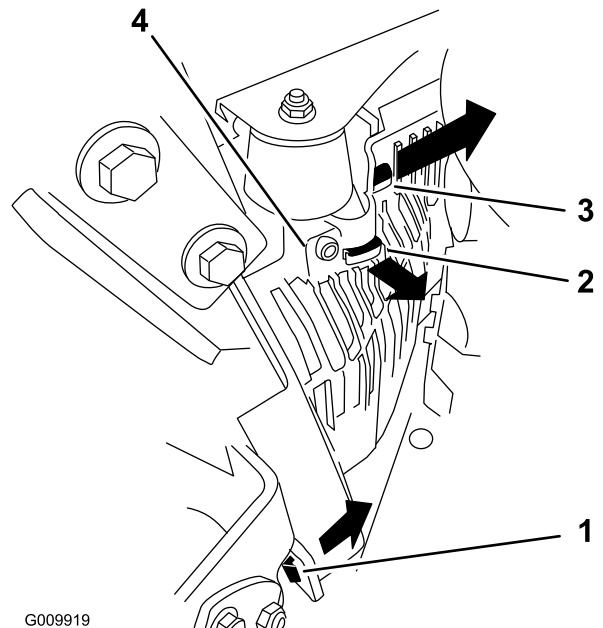

Figure 62
3. Déposez le capot de l'unité hydraulique gauche dans l'ordre indiqué à la Figure 62. Vous pourrez ensuite accéder à la bougie avant.
5. Montez le capot de l'unité hydraulique gauche (Figure 62).